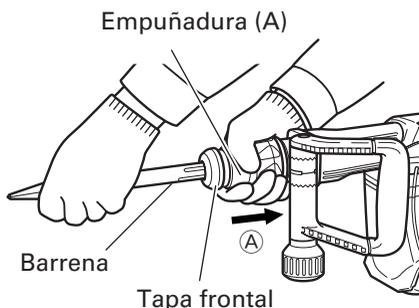
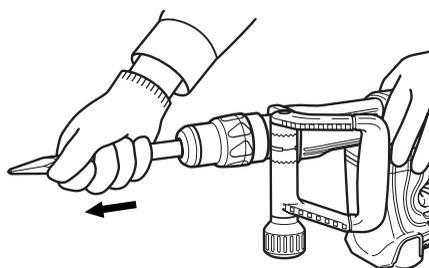

Fig. 2
Fig. 3
- (1) Limpie la parte del vátago de la herramienta.
- (2) Tal como se muestra en la Fig. 2, tire de la empuñadura (A) en la dirección de (A), e inserte la herramienta en el orificio de la tapa frontal.
- (3) Ajuste la posición de la ranura girando la herramienta, y después inserte más hasta que ésta toque el extremo del orificio.
- (4) Devuelva la empuñadura (A) a su posición original, tire de la herramienta para asegurarse de que haya quedado completamente bloqueada. (Fig. 3)
Tal como se muestra en la Fig. 2, tire de la empuñadura (A) y extraiga la herramienta.